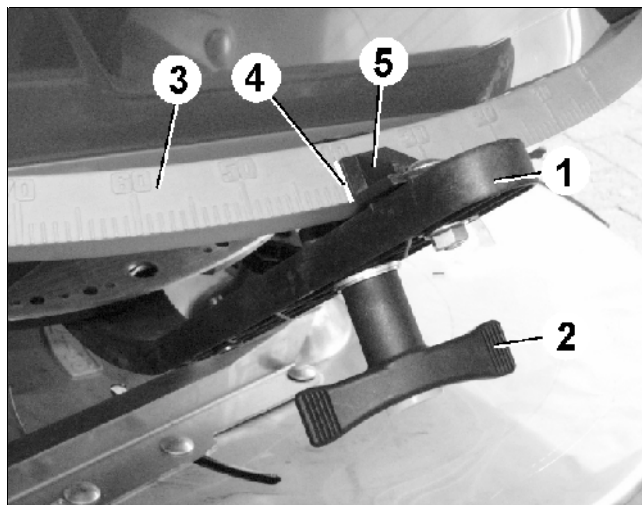

Рис. 100
- Настройка нормы внесения производится затем согласно расчетной таблицы при помощи переводных рычагов (Рис. 100/1).
- Открутить барашковую гайку (Рис. 100/2).
- Найти необходимое положение заслонки на шкале (Рис. 100/3).
- Кант для считывания (Рис. 100/4) указателя переводного рычага (Рис. 100/5) установить на значении шкалы.
- Снова плотно затянуть барашковую гайку (Рис. 100/2).